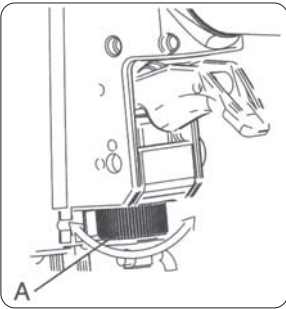

FIGURA 6
- Ajuste de profundidade (grampeador SG5840, Pinadores e Pregador): gire o botão (A) para a esquerda para obter maior profundidade do grampo/pino conforme mostra a Figura 6;